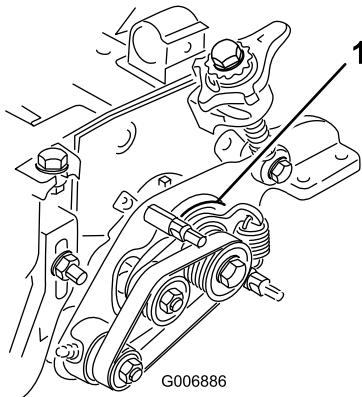

Рисунок 49
- Убедитесь в том, что основная втулка привода (Рисунок 49) свободно вращается относительно ведущей ступицы.